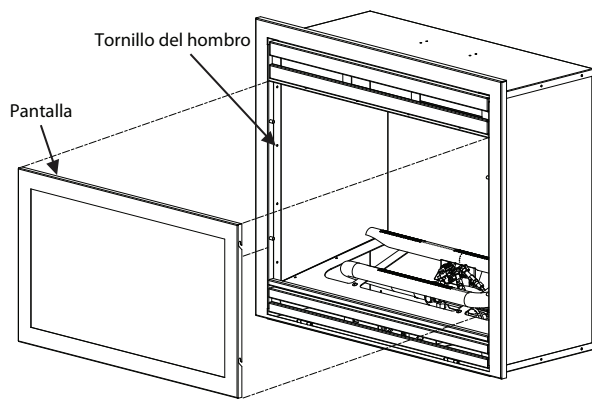

Fig. 2 - Extracción e instalación de la pantalla
1. Si está equipada, levante la pantalla de la chimenea y hálala para retirarla (Ver Fig 2). Coloque la pantalla a un lado hasta que haya sido completada la instalación.